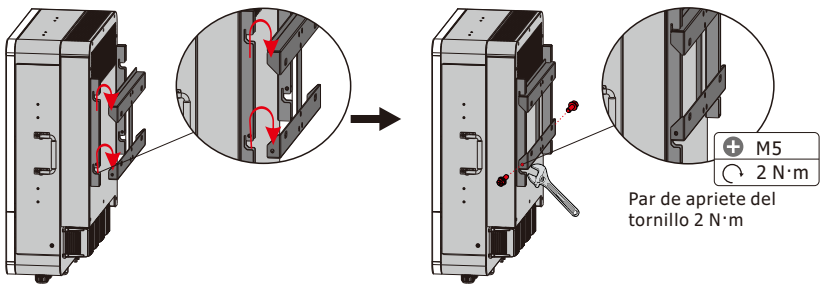

Figura 3.4-2 Instalando un Inversor
Paso 2. Levante el inversor para suspenderlo en el soporte de instalación. Podemos prevenir robos bloqueándolo. Ver figura 3.4-2.